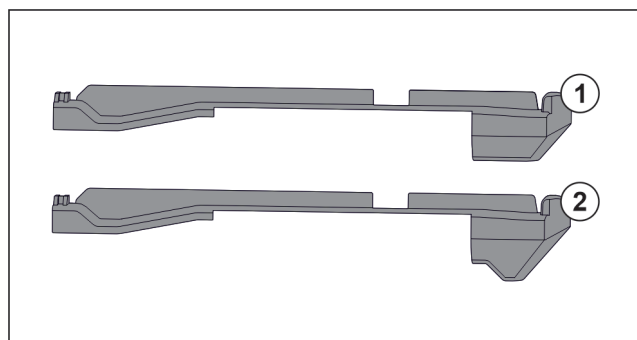

Fig. 78 Sammenligning af påsætningsdelene
I apparatet er der to forskellige påsætningsdele. Påsætningsdelen over den nederste skuffe Fig. 78 (2) har en trekantet kant. Alle andre påsætningsdele Fig. 78 (1) har en lige kant.
- Anbring påsætningsdelen Fig. 78 (2) med den trekantede kant over den nederste skuffe.
- Anbring påsætningsdelen Fig. 78 (1) med den lige kant på alle andre steder.